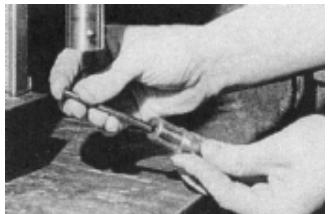

Рис.2
**Установка пилота:** Пилот предназначен для центрирования фрезы при сверлении по разметке и для выталкивания чушки после сверления отверстия. Он имеет смазочный паз, позволяющий СОЖ достичь места фрезерования, где выделяется наибольшее количество тепла. Вставьте пилот через отверстие в стержне фрезы (Рис.2).